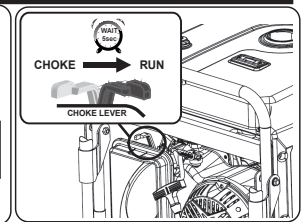

Fig 12
- Deje que el motor funcione durante varios segundos y luego, gradualmente, a medida que el motor se calienta, deslice la palanca del estrangulador hacia la posición "MARCHA" hasta que el estrangulador esté completamente enganchado a la posición "MARCHA". (fig 12)